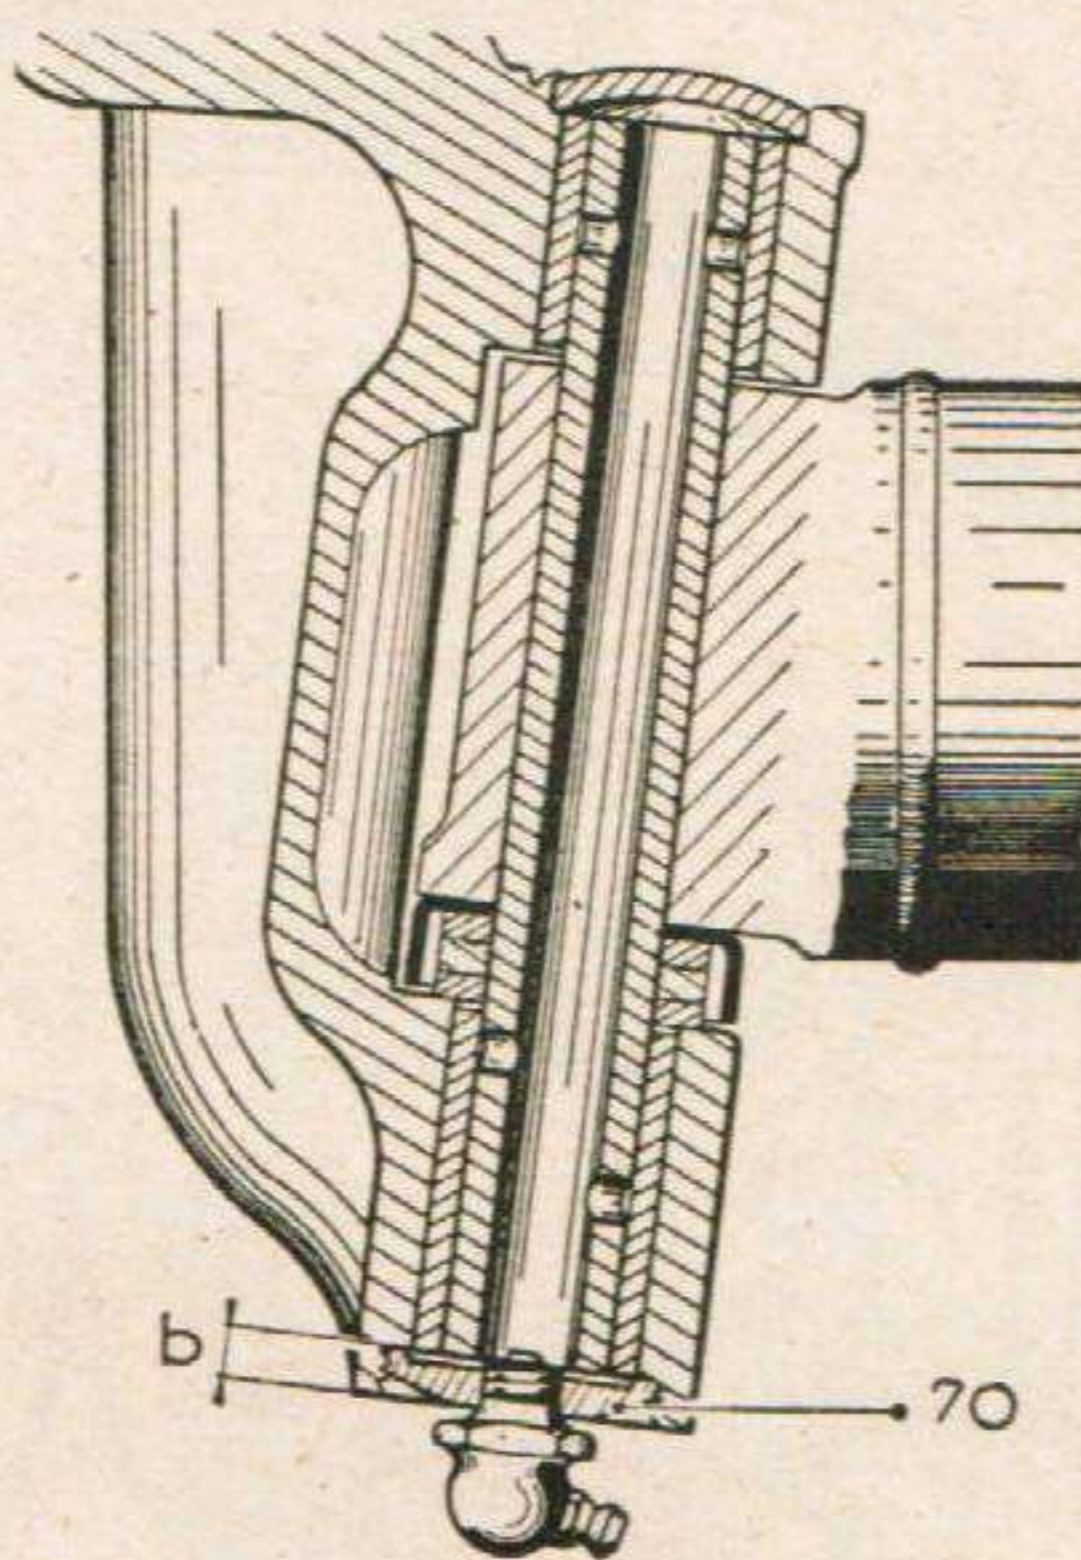

Fig. 32. — Montage d'un axe de pivot avec bouchon porte-graisseur.
— Déposer la plaquette (30) support de graisseur, fixée par deux vis 481-S (montage effectué jusqu'en juin 1953) (voir fig. 8 en 1^{re} partie), ou bien dévisser le bouchon porte-graisseur (figure 32) (monté depuis juin 1953). Dans ce but : déposer le graisseur, le remplacer par une vis de ϕ 7 mm, pas de 100, longueur 40 mm, munie d'un écrou. Bloquer la vis sur le bouchon à l'aide de l'écrou, et dévisser le bouchon en agissant sur la tête de la vis.